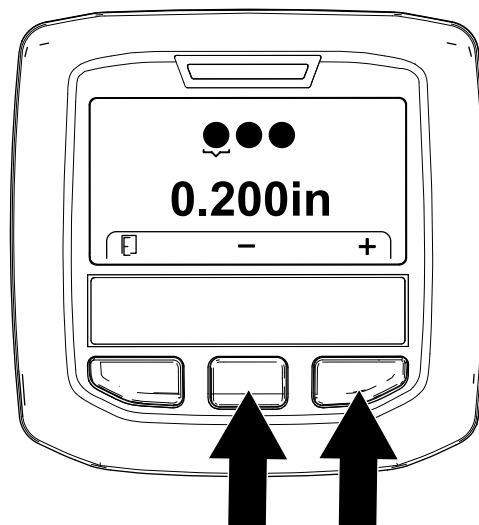

Figura 59
5. Reglai diametrul dinților (Figura 59) după cum urmează: